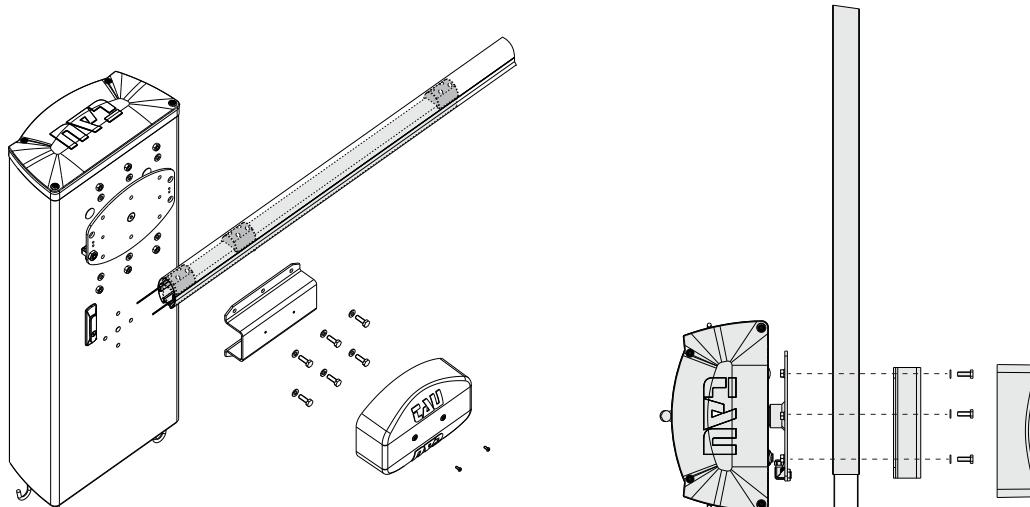

fig. 2
- 2_ Montare lo spezzone sulla barriera dal lato attacco flangia (fig. A), fissandolo con le viti e i dadi in dotazione, allineandolo alla staffa ad omega come mostrato in fig. 2;
- 2_ Fit the length onto the barrier on the flange connection side (fig. A0, fixing it with the screws and the nuts supplied, aligning it with the omega bracket as shown in fig. 2;
- 2_ Montieren Sie das Teilstück von der Seite des Flansch-Anschlusses (Abb. A), befestigen Sie es mit den mitgelieferten Schrauben und Mutter und richten Sie den Omega-Bügel wie auf Abb. 2 gezeigt aus.
- 2_ Monter le tronçon sur la barrière du côté du raccord bride (fig. A), en le fixant avec les vis et les écrous fournies, en alignant à la bride oméga comme sur la fig. 2;
- 2_ Monte la sección en la barrera del lado de enganche brida (fig. A), fijándola con los tornillos y tuercas entregados de serie, alineándola con el soporte tipo omega, como muestra la fig. 2;
- 2_ Montar a parte na cancela pelo lado encaixe flange (fig. A), fixando-a com os parafusos e porcas fornecidas e alinhando-a com o suporte, tal como ilustrado na fig. 2;